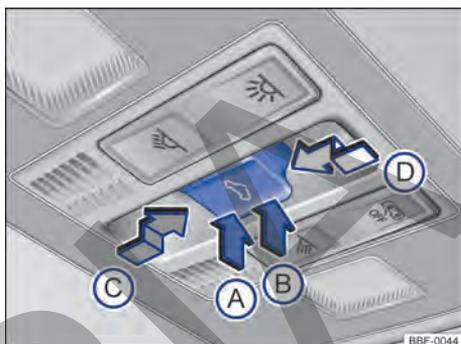

Fig. 60 En el revestimiento del techo: teclas para el techo solar y cortina de protección solar.
- *Levantar el techo solar:* presione la tecla → **fig. 60** (B) hasta el primer nivel. Recorrido automático: presione la tecla (B) hasta el segundo nivel.
- *Cerrar el techo solar levantado:* presione la tecla (A) hasta el primer nivel. Recorrido automático: presione la tecla (A) hasta el segundo nivel.
- Presione la tecla  hasta el segundo nivel → fig. 60 , hasta que el techo de vidrio esté completamente cerrado.